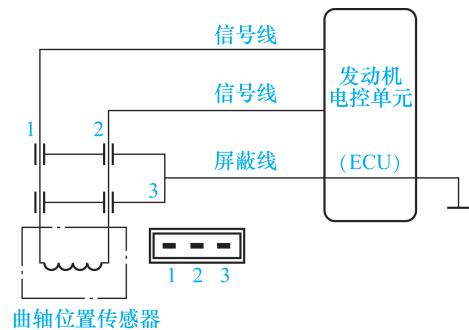

图 1-8 无源传感器电路
b.无源传感器电路。有些传感器的工作不需要提供电源,当外界条件变化时,它会产生电动势向电控单元发出电信号,这类传感器称为无源传感器。如图 1-8 所示,无源传感器因其信号微弱,为防止电磁干扰引起信号失真,信号线需要采用屏蔽线。